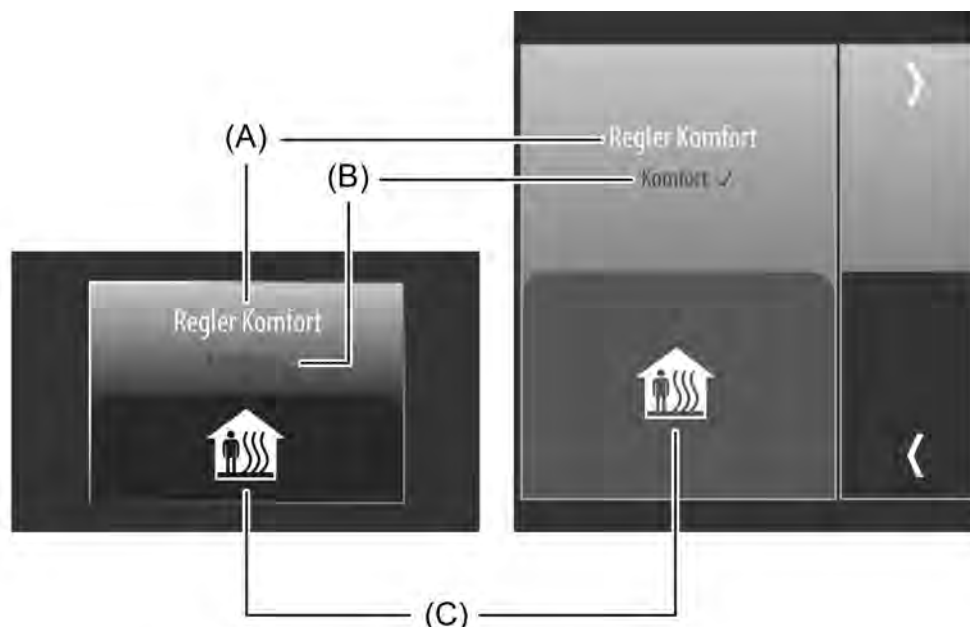

Bild 44: Beispiel für Bedien- und Anzeigeelement der Kanalfunktion "Betriebsmodusumschaltung intern"
Der Anzeigebereich enthält verschiedene Darstellungselemente (Bild 44), die durch ETS-Parameter beeinflusst werden. Jedem KNX Kanal kann in der ETS eine Bezeichnung vergeben werden (A). Diese Text-Bezeichnung wird im Anzeigeelement zentriert zur Anzeige gebracht, wodurch steuerbare KNX Funktionen für den Anwender kenntlich gemacht werden. Die Bezeichnung sollte so gewählt werden, dass dem Anwender verdeutlicht wird, welcher Betriebsmodus bei einer Bedienung beim Regler abgerufen wird (z. B. "Regler Komfort"). Zusätzlich kann unterhalb der Bezeichnung ein Statustext (B) eingeblendet werden, der abhängig vom Betriebsmodus des integrierten Raumtemperaturreglers unterschiedliche Texte im Display visualisiert ("Komfort", "Standby", "Nacht", "Frost-/Hitzeschutz", "Präsenztaste"). Das Anzeigeelement zeigt unmittelbar hinter dem Statustext ein ✓, wenn der Regler den durch die Sensorflächen ausgewählten und vorgegebenen Betriebsmodus gültig übernommen hat. Auf diese Weise kann der Anwender identifizieren, ob der von ihm gewünschte Betriebsmodus tatsächlich auch eingestellt wurde. Erscheint ✓ auch ca. 2 Sekunden nach der letzten Bedienung nicht, hat der Regler die Vorgabe nicht direkt übernommen. Er arbeitet dann in der Regel in einem Betriebsmodus mit höherer Priorität (z. B. Fensterstatus oder KNX Zwang).